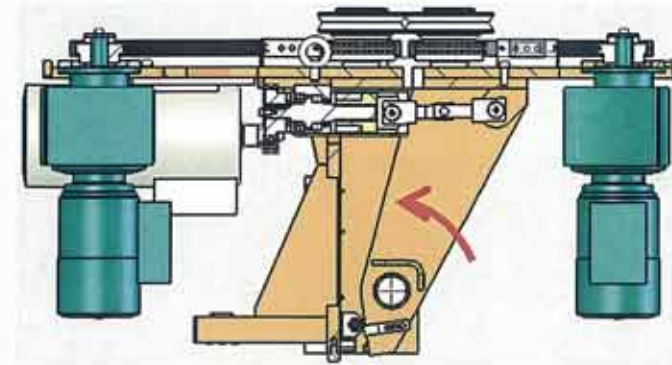

Fig. 2
- **Commande de serrage galet** : Cette opération consiste à déplacer les galets de manière à venir serrer ou desserrer le fil (Fig. 2 et 3).